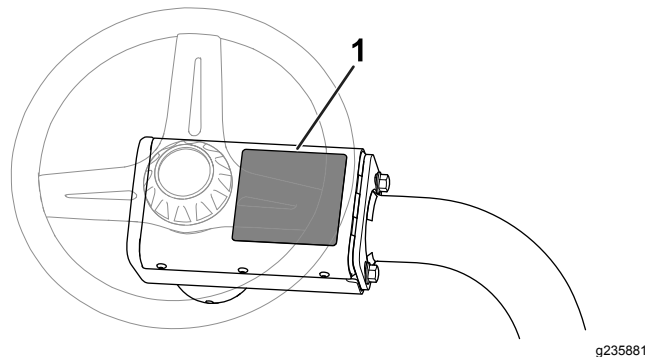

Рисунок 15
- Приклейте предупреждающую наклейку CE (№ по кат. 136-8505) поверх имеющейся предупреждающей наклейки (№ по кат. 136-8506); см. Рисунок 15.